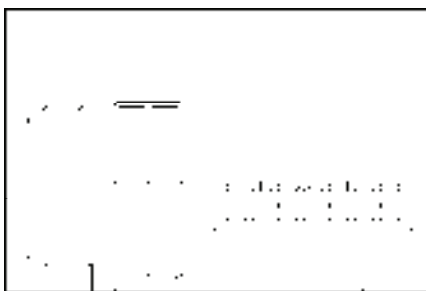

图 14-140 绘制结果
15) 点取阳台的插入点，即可创建立面阳台；调用“直线”命令，绘制直线，结果如图 14-140 所示。